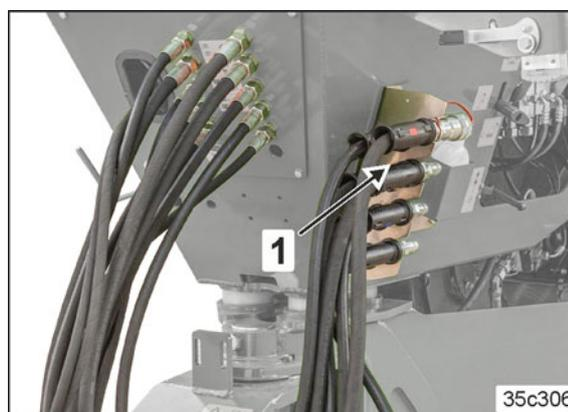

Fig. 118
- Penderie à flexibles (Fig. 118/1)